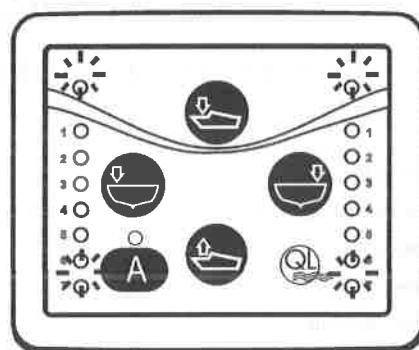

図.28
5. ブレードは、完全に伸びた後格納されます。この手順が正しく完了した場合は、コントロールパネルの上下左右にあるLEDが2度点滅します。図.28参照